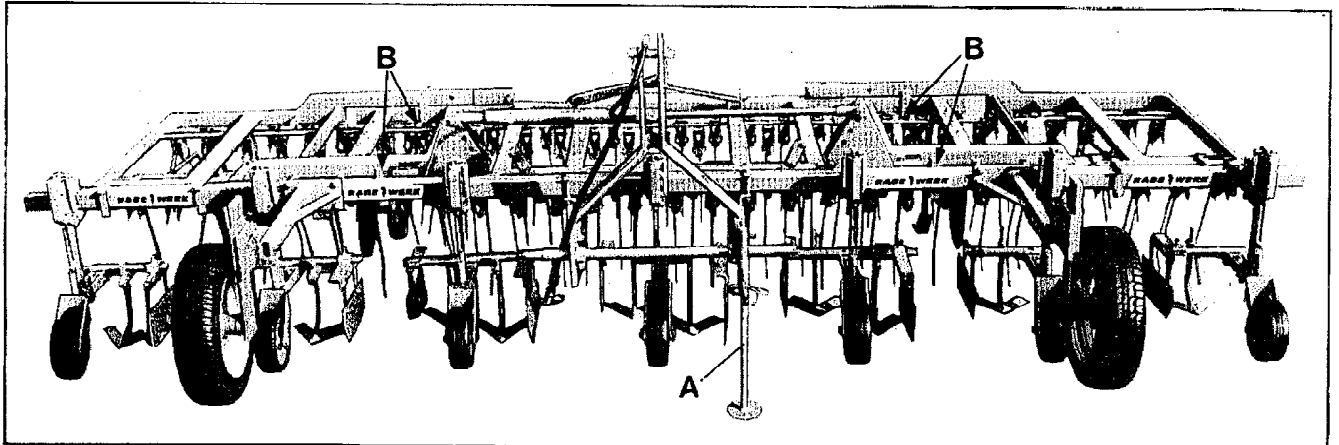
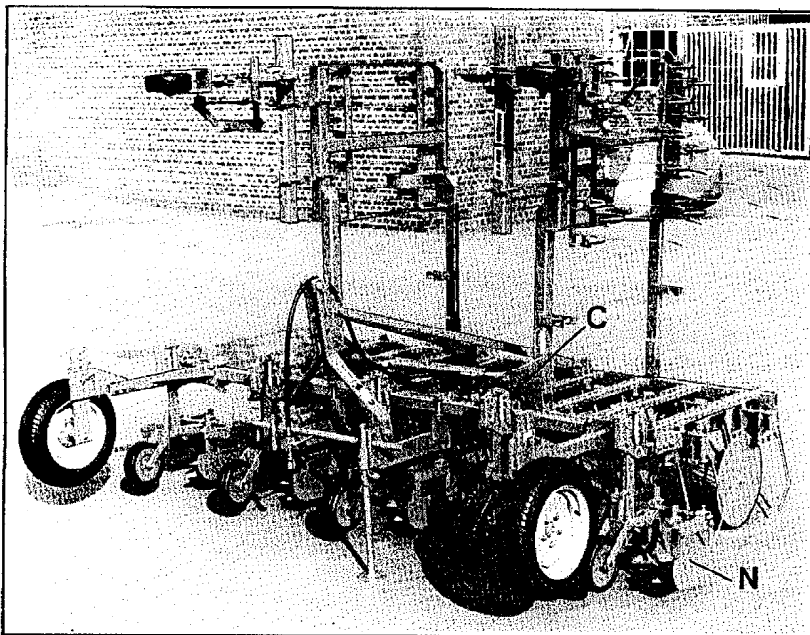

Fig.1
Fig. 2
- "SE 465 - SE 625 E": Stecker bei B ziehen (Fig. 1 + 4), Seitenteile einklappen und jeweils bei C mit Stecker sichern (Fig. 2).
... bis SE 625: einklappbare Seitenteile bei C entriegeln, ausklappen und bei B mit Steckern sichern (Fig. 1 + 2).
Zum Schutz kleiner Pflanzen sind Reihen-Schutzbleche anbringbar (N, Fig. 2).